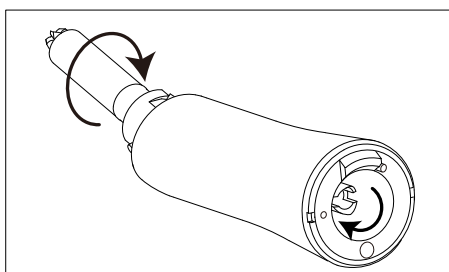

Fig. 10
- 2) Vrid på axeln för att konfirmera att det har kontakt. (Fig.10)